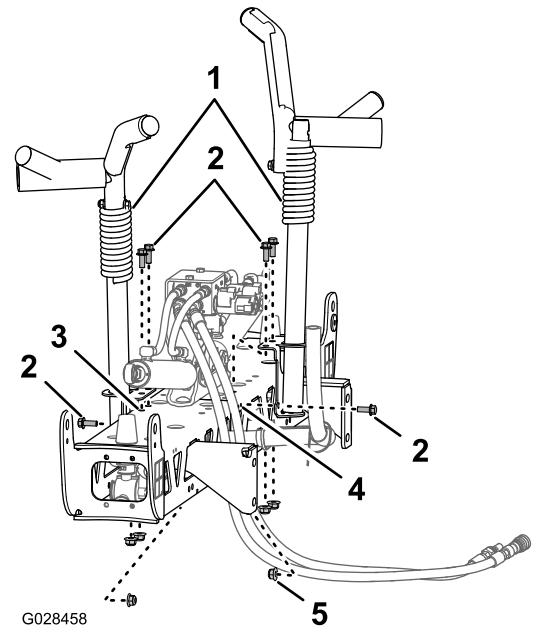
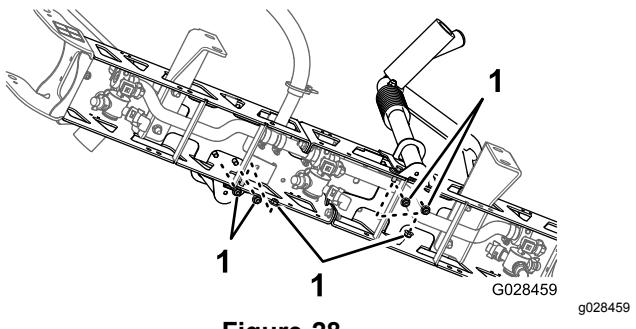

Figure 27
Figure 28
2. Alignez les berceaux de transport de rampe sur la section de rampe centrale (**Figure 27**).
- Montez les berceaux sur la section de rampe (Figure 27 et Figure 28) à l'aide de 6 boulons ($\frac{3}{8}'' \times 1''$) et de 6 contre-écrous à embase ($\frac{3}{8}''$).